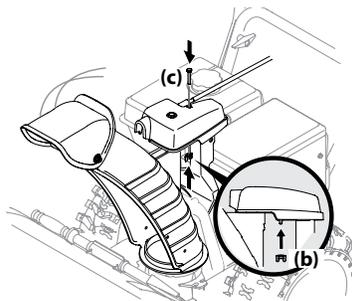

Figure 2-38
4. Terminez l'installation de la tête de commande en posant le boulon (c) et l'écrou papillon (b) retirés à l'étape 1. Voir Figure 2-38.